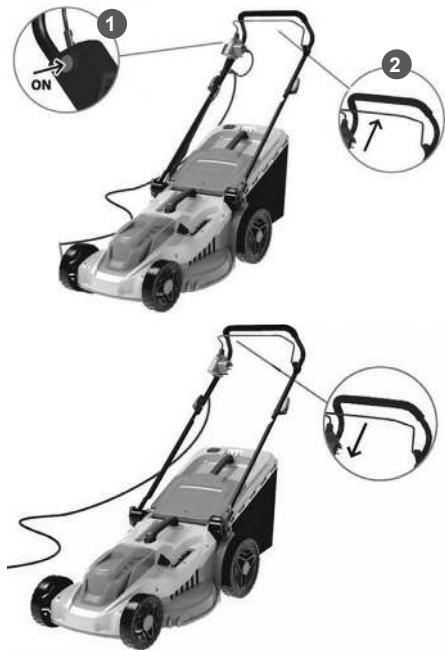

Рис. 9 Включение и выключение газонокосилки
- Нажмите и удерживайте кнопку 1 блокировки (Рис. 9).
- Нажмите рычаг включения 2 (Рис. 9).